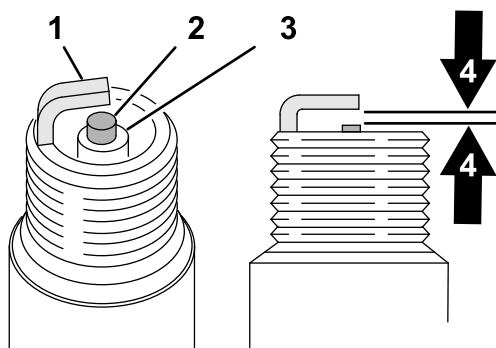

Figura 165
1. Controllate la parte centrale di entrambe le candele (Figura 165). Se l'isolatore è di color marrone chiaro o grigio, il motore funziona correttamente. Una patina nera sull'isolatore significa in genere che il filtro dell'aria è sporco.